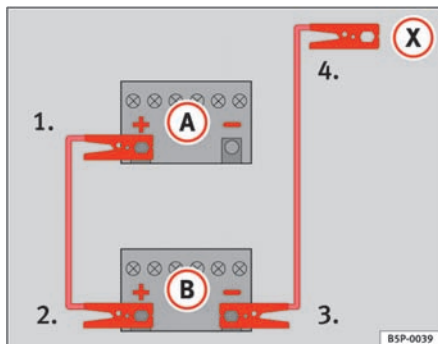

Fig. 173 Sådan skal startkablerne sættes på.
På ⇒ fig. 173 er **A** det afladede batteri, og **B** det strømgivende batteri.
1. Sæt den ene ende af det røde startkabel på pluspolen ⇒ fig. 173 (+) i bilen med det afladede batteri ⇒ ⚠.
4. Sæt den anden ende af det sorte startkabel (X) på en massiv metaldele, der er skruet fast på motorblokken, eller på selve motorblokken i bilen med det afladede batteri – dog ikke i nærheden af batteriet ⇒ ⚠.